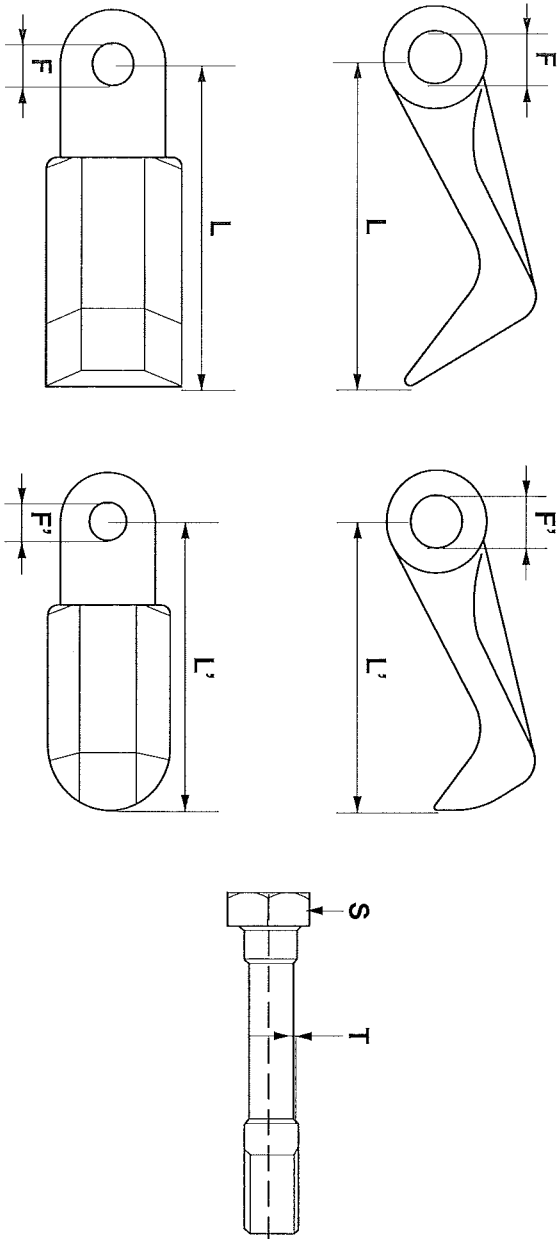

Fig. 27
- Il diametro del foro di fissaggio «F» non deve essere ovalizzato più di 2 mm, rispetto al diametro originale (Fig. 27).
- The diameter of fixing hole «F» must not be ovalized more than 2 mm in relation to the original diameter (Fig. 27).
- De diameter van het bevestigingsgat «F» mag niet meer dan 2 mm onroond gemaakt worden ten opzichte van de originele diameter (Fig. 27).
- Diametren på fastgøringsskullet «F» må ikke være mere slidt end 2 mm, i forhold til den oprindelige diameter (fig. 27).
- Diametern på fästhållet «F» får inte ovaliseras mer än 2 mm, i förhållande till ursprunglig diameter (fig. 27).
- La lunghezza «L» dei coltelli non può scendere oltre 15 mm, rispetto la lunghezza originale (Fig. 27).
- L'usura «T» del perno è superiore a 2 mm (Fig. 27).
- Length «L» of the knives must not be allowed to become more than 15 mm shorter than the original length (Fig.27).
- Wear «T» on pin exceeds 2 mm (Fig.27).
- De lengte «L» van de messen mag niet minder dan 15 mm bedragen ten opzichte van de originele lengte (Fig. 27).
- De slijtage «T» van de pin is groter dan 2 mm (Fig. 27).
- Længden «L» på knivene må ikke for mindskes mere end 15 mm i forhold til den oprindelige længde (fig. 27).
- Sliagen «T» på tappen er mere end 2 mm (fig. 27).
- Längden «L» på knivarna får inte lov att förkortas mer än 15 mm i förhållande till ursprunglig längd (fig. 27).
- Sliaget «T» på tappen överstiger 2 mm (fig. 27).